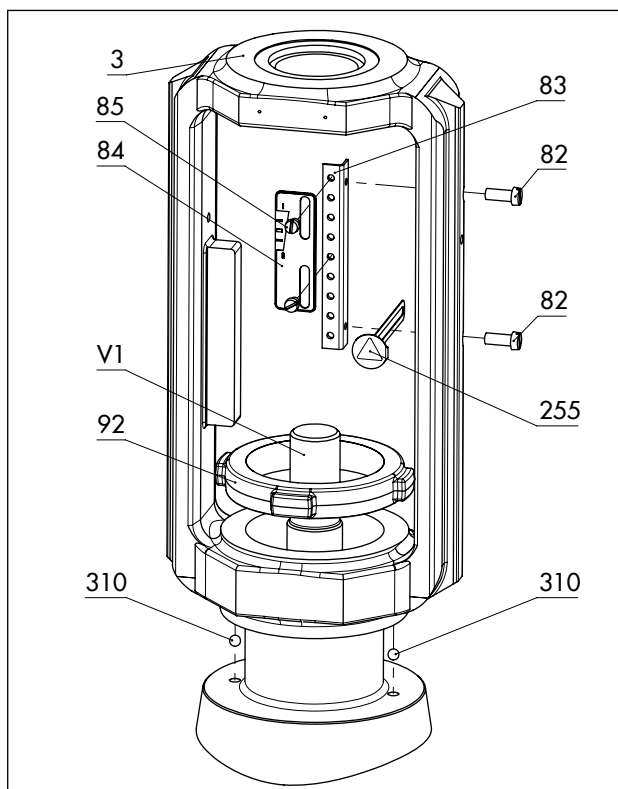
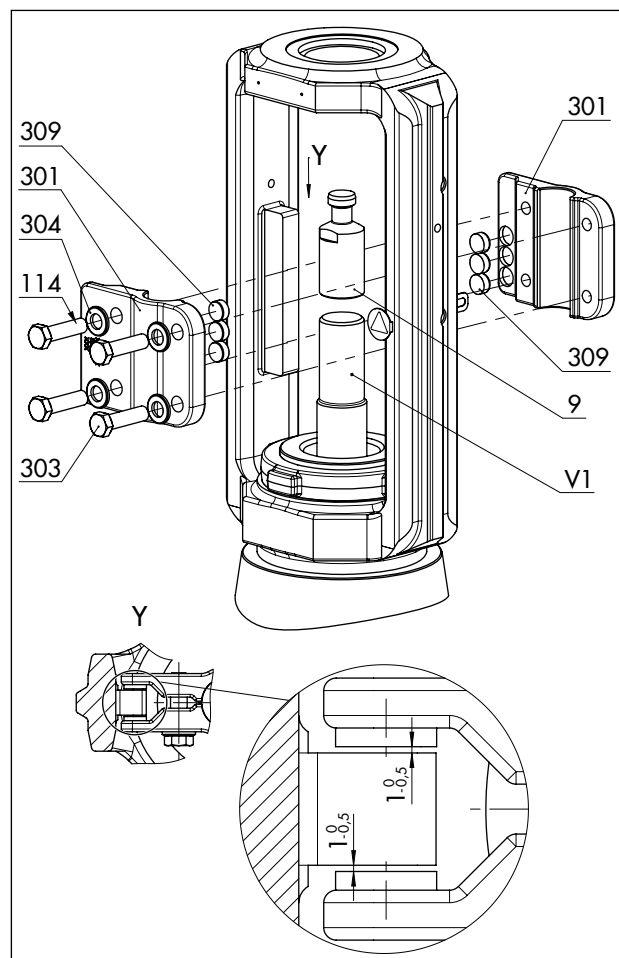

Fig. 16: Visão geral do conjunto da arcada com escala indicadora de curso na versão standard
Fig. 17: Visão geral do conjunto da fixação antirrotação na versão standard
Consulte a Fig. 16 e a Fig. 17
- Existe uma folga nominal de 0,5 a 1 mm entre as anilhas deslizantes e a sua superfície de contacto na arcada de cada lado (consulte a vista Y detalhada na Fig. 17).